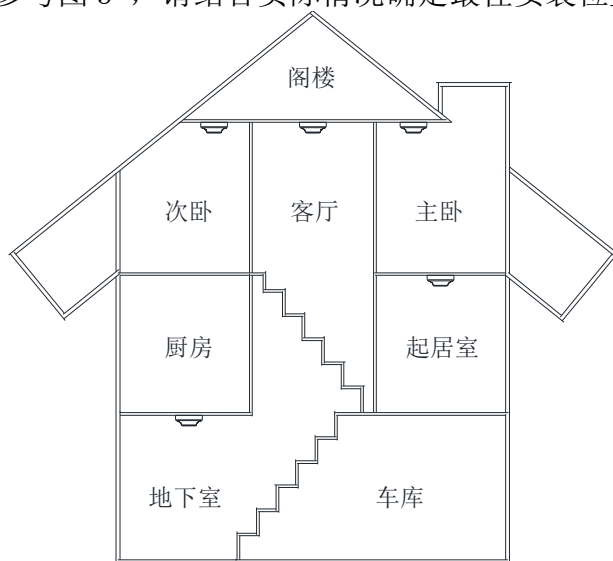

图 3 报警器安装位置示意图
① 安装于房顶时: 报警器的边缘应距任何一面墙壁不小于 0.5m。
② 安装于倾斜或人形屋顶时: 报警器应与屋顶保持一定的距离。当坡度小于 30 度时, 距离 0.2m 为宜, 大于 30 度则以 0.3m~0.5m 为宜。
③ 对燃烧产生的烟雾来说, 楼梯的作用与烟囱类似, 因此楼梯应安装报警器。
④ 空气流通的两个区域应分别安装报警器, 如客厅与卧室两个区域, 每个区域至少安装一个报警器。
⑤ 报警器安装位置可参考图 3, 请结合实际情况确定最佳安装位置。